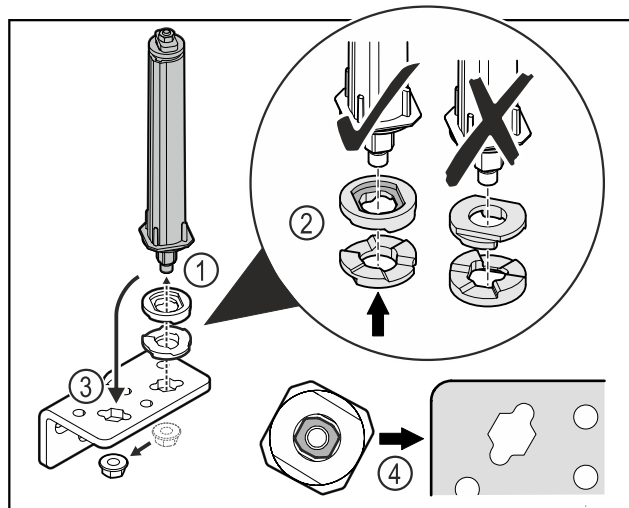

Fig. 50
- Løsne mutteren og fjern dørlåsesystemet Fig. 50 (1).
- Sørg for korrekt innretning av høydejusteringsskivene Fig. 50 (2).
- Sett om dørlukkesystemet i hengselvinkelen og fest med mutteren Fig. 50 (3).
- Ved innsetting, sørg for korrekt innretning av dørlukkesystemet Fig. 50 (4).